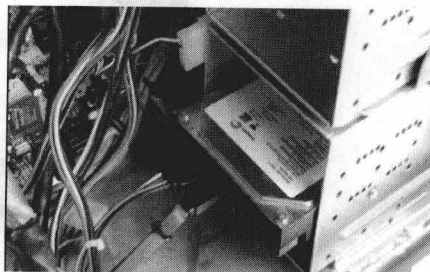

图 1-12 安装硬盘电源线
- g. 接上电源线，如图 1-12 所示。硬盘和光驱都使用相同的、由电源引出的四针 D 型电源线。